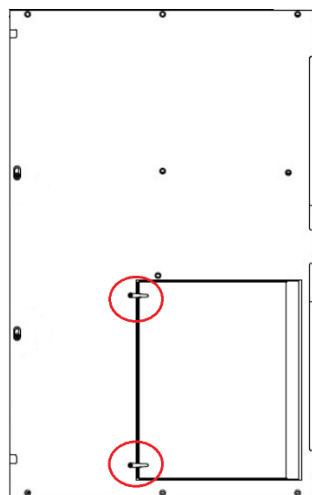

Afbeelding 37: Twee lange bouten op het linker frame schroeven
5. Schroef twee lange bouten in het frame aan de linkerkant, zie Afbeelding 37. Vergeet niet om minstens 10 mm vrij te laten tussen het frame en de boutkop voor het sleutelgat.